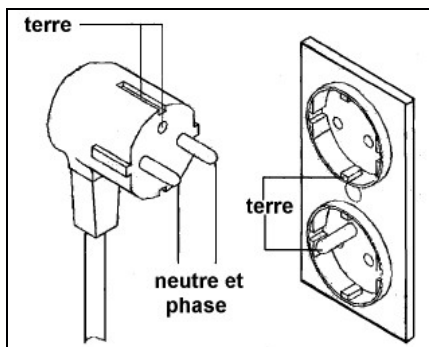

Fig 6
- N'utilisez que des rallonges munies de trois fils dont les fiches ont 3 broches et des prises à 3 phases correspondantes à la fiche de l'outil (Fig 6).